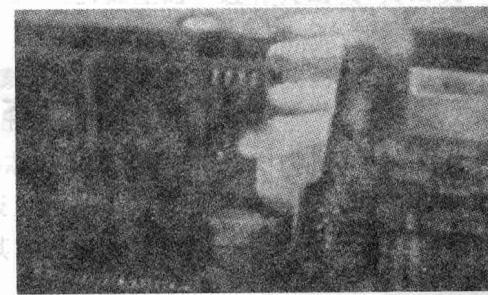

图 2-8
2. 将内存条的缺口对准内存插槽上的凸点,用两手均匀用力将内存条垂直插入内存插槽中,内存插槽两端的锁扣复位将内存条卡住并固定好,内存条就安装完成了。如图 2-8 所示。